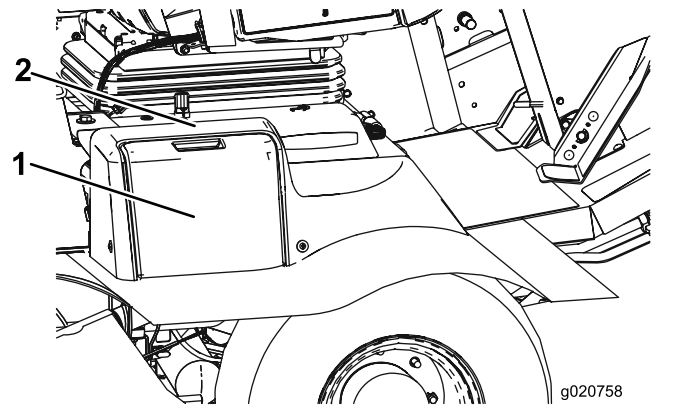

Bild 80
1. Öffnen Sie die Batterieabdeckung (Bild 80). an der Seite der Motorhaube.
Hinweis: Üben Sie Druck auf die flache Oberfläche über der Batterieabdeckung aus, um das Entfernen zu erleichtern (Bild 80).